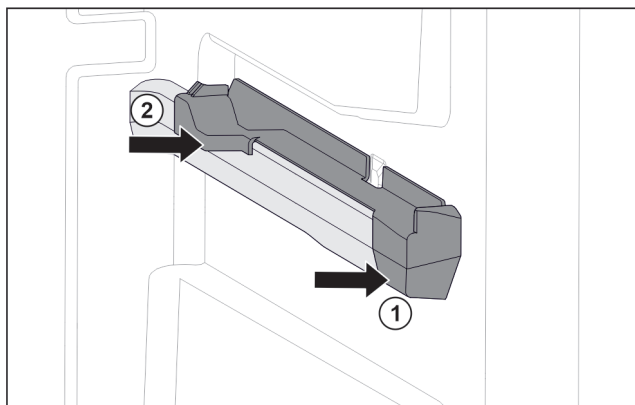

Fig. 80 Élément emboîtable sur la nervure de récipient droite
- ▶ Poser le devant de l'élément emboîtable contre la nervure de récipient. Fig. 80 (1)
- ▶ Enfoncer l'arrière de l'élément emboîtable. Fig. 80 (2)